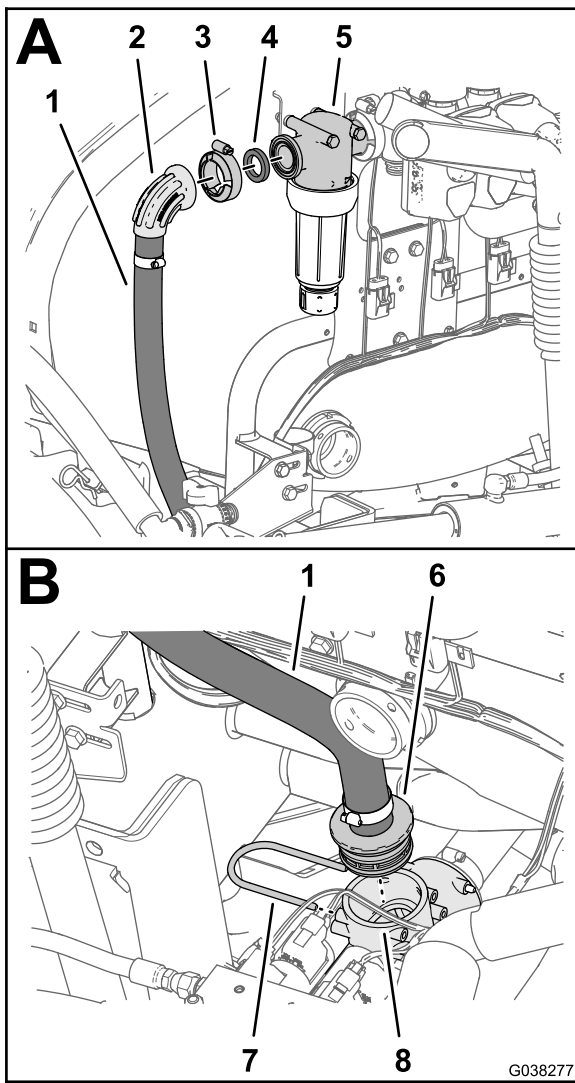

图70
- 将带垫片1 x 1 $\frac{3}{8}$ 英寸的打药车供水软管2.5 x 73cm的90° 凸缘弯头与滤头的法兰对齐 图70。
- 用法兰夹具4064mm将打药车供水软管和垫片松松地安装到滤头上 图70。
- 将打药车供水软管的直通宝塔接头装入左前 T 形接头 图70。
- 紧固将打药车供水软管的 90° 凸缘弯头固定至滤头的法兰夹具 图70。